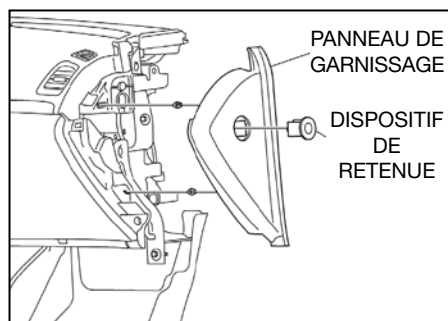

Fig. 21
1. Retirez le couvercle de garnissage du tableau de bord (voir Fig. 21).